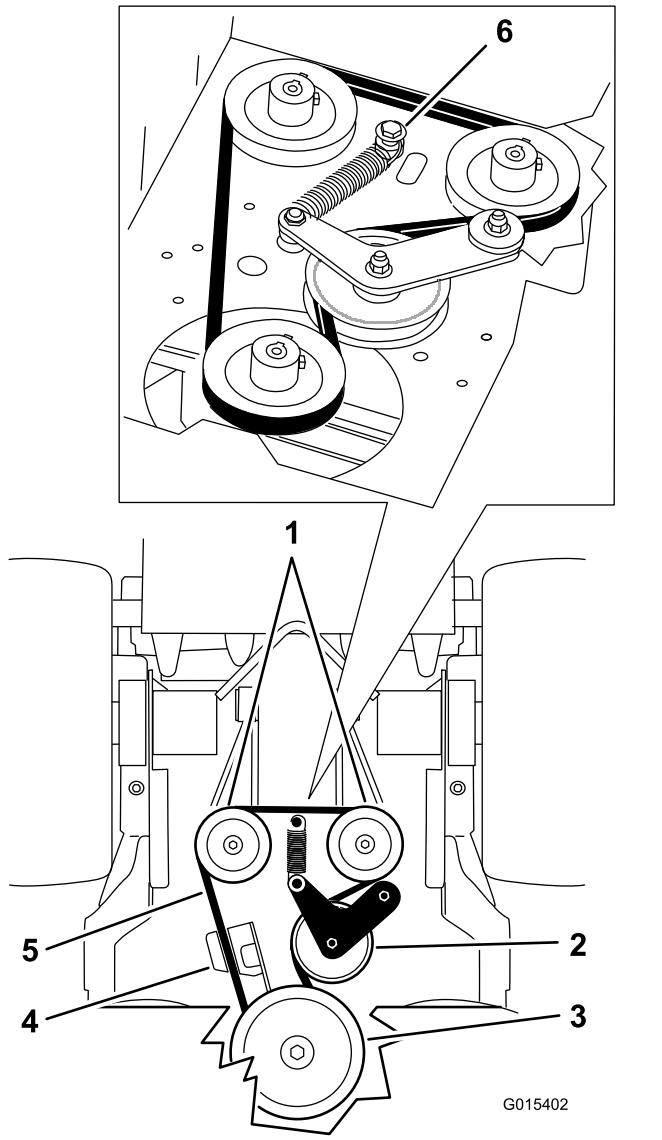

Figura 63
6. Retire el perno de cuello largo, la tuerca y la arandela de la carcasa del motor y del muelle (Figura 63).
7. Retire la correa de transmisión de la bomba (Figura 63).
9. Instale el muelle en el perno de cuello largo y la arandela, y conéctelo a la carcasa del motor con la tuerca (Figura 63).